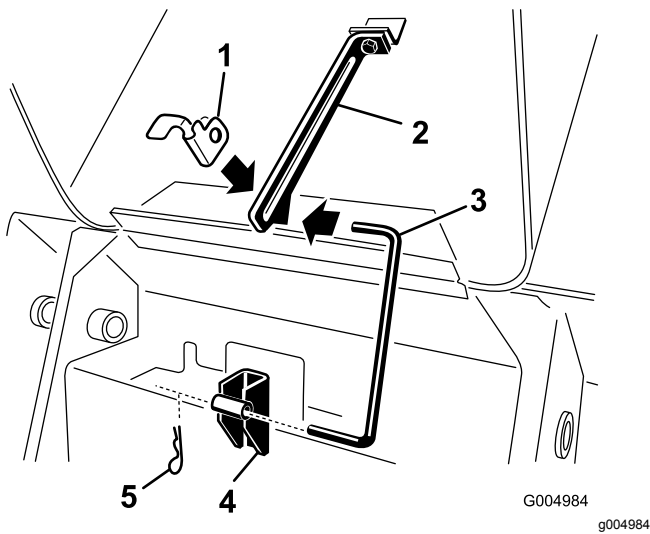

Bild 41
4. Ziehen Sie den Splint vom unteren Ende der Motorhauben-Stützstange und schieben Sie die Stützstange aus den Befestigungshalterungen und der Stützstangennase (Bild 41).
8. Setzen Sie die Stützstange in die Befestigungshalterungen und die Stützstangennase und befestigen sie diese mit dem Splint (Bild 41).